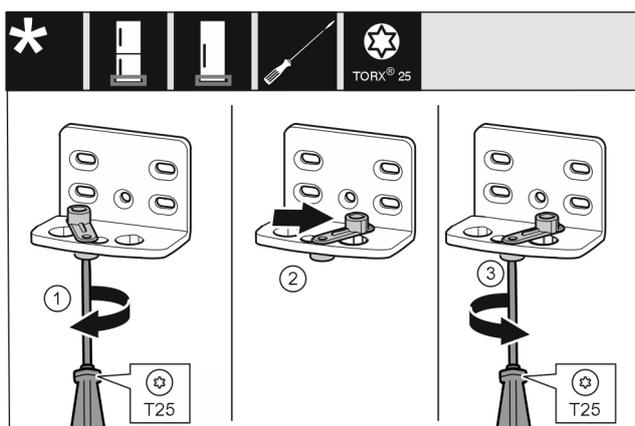

Fig. 13
- ▶ Allentare leggermente la vite Fig. 13 (1) con un cacciavite.
- ▶ Sollevare l'ausilio di chiusura della porta Fig. 13 (2) e ruotarlo nel foro di 90° a destra.
- ▶ Stringere la vite Fig. 13 (3) con un cacciavite.